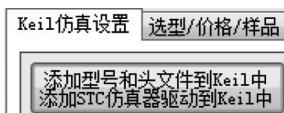

图 1-1-22 STC-ISP 在线编程软件“Keil 仿真设置”选项
(1) 运行 STC-ISP 在线编程软件，选择“Keil 仿真设置”选项，如图 1-1-22 所示。